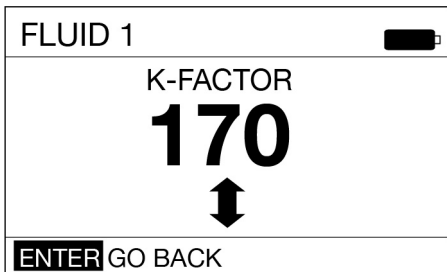

FIG. 65
5. Una vez terminados los ajustes del factor K, la función Introducir (ENTER) debería estar resaltada en la esquina inferior izquierda de la pantalla, como se muestra en la Fig. 65. Pulse de nuevo el botón INTRO del centro del teclado para seleccionar dicha función y guardar el nuevo factor de calibración.